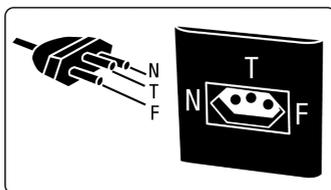

Figura 3.1: Padrão de conexão
- Verificar o padrão de polarização da tomada (fase, neutro e terra) onde o Nobreak será conectado à rede elétrica. Seguir as instruções da Figura 3.1 na página 3-1.
Nunca remover o pino terra do cabo de força do Nobreak, nem instalar em tomada com polarização diferente da Figura 3.1 na página 3-1. Estas situações resultarão no cancelamento automático da garantia do Nobreak.
- Conectar o plugue de alimentação do Nobreak à tomada de energia elétrica 2P+T, de acordo com a Figura 3.1 na página 3-1.